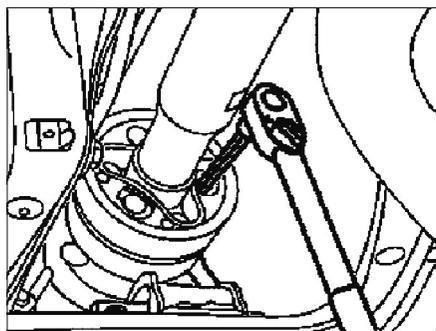

FIG. 3
- Déposer les fixations de l'arbre de transmission du flector (Fig.3).